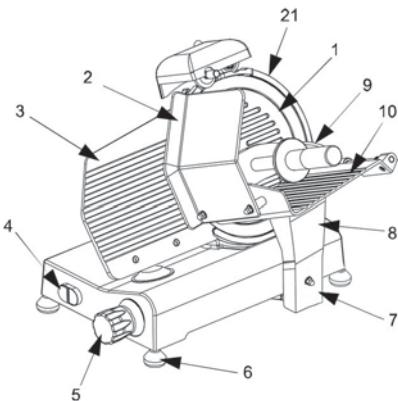

FIG. nr. 1
- un micro-întrerupător care oprește feliatorul în cazul în care tija de fixare a apărătoarei lamei este scoasă (vezi FIG. nr. 1); micro-întrerupătorul nu permite repornirea feliatorului dacă apărătoarea nu a fost montată atunci când mașina era oprită.